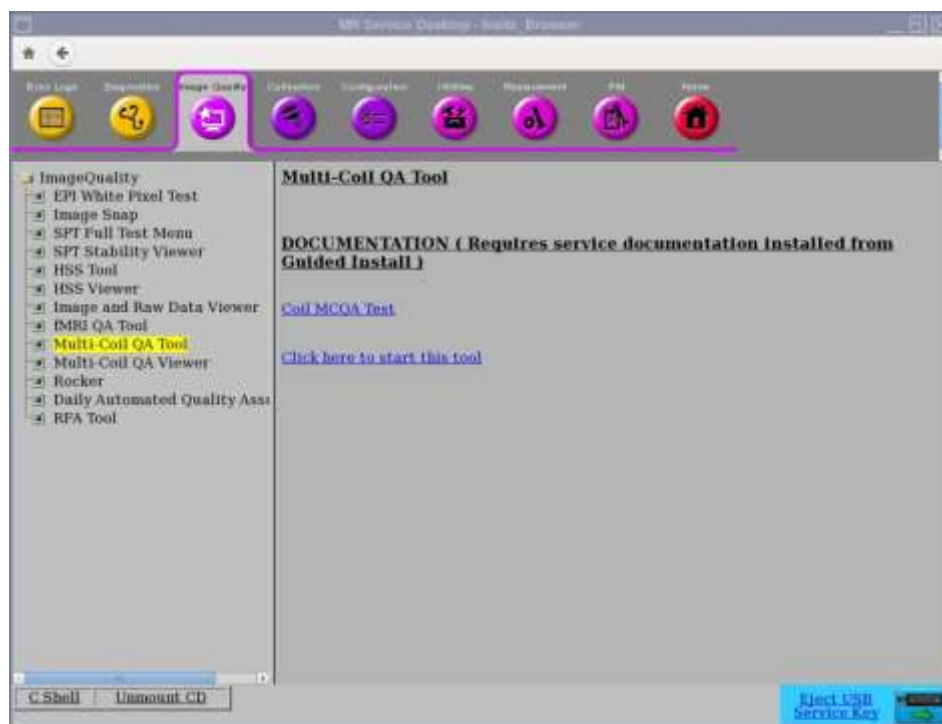

图 1
1. 在 Common Service Desktop (CSD) (通用服务桌面 (CSD)) 中, 转到 Service Browser (服务浏览器) 并选择 [Image Quality] (图像质量)、"Multi-Coil QA Tool" (多线圈 QA 工具), 然后 "Click here to start this tool" (单击此处开始使用此工具), 如图 1 所示。